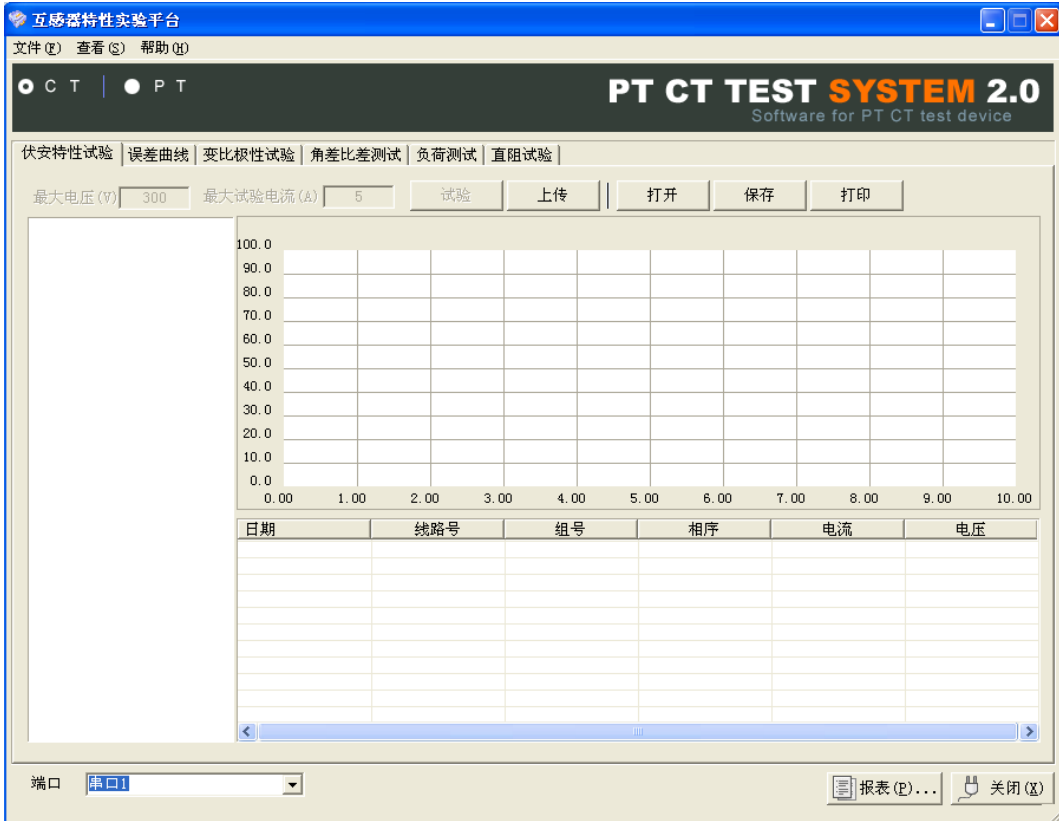

图 24
- 8.1、将配套光盘放入计算机光驱中, 解压“软件”至 C 盘根目录, 打开 Execute 文件夹, 选择“Dqsy”文件, 即为互感器测试软件(图 24)。